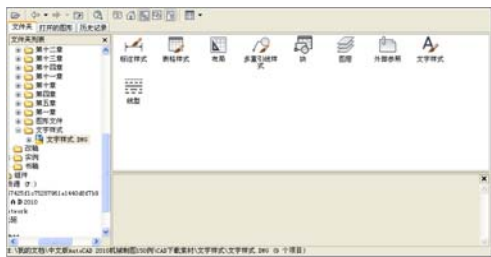

图 4-81 展开文件内部资源
- 21 在右侧文本框中双击“文字样式.dwg”，打开此文件的内部资源，如图 4-81 所示。
- 22 在如图 4-81 所示的“文字样式”图标上双击左键，打开此文件内部的所有文字样式，结果如图 4-82 所示。